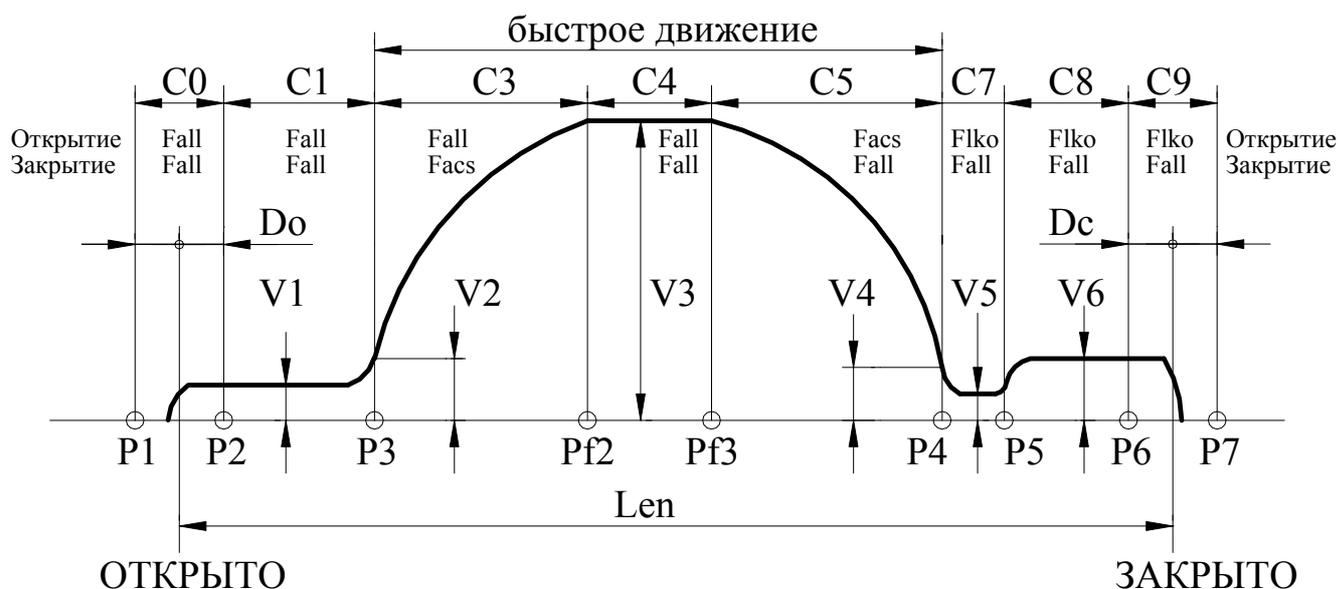

Рис.6. Траектория движения.
3.8.6.3. Одностороннее удержание положения реализуется автоматически после получения открытого состояния (замкнулся СК ВКО) с силой $Farr$, причем точка удержания в зоне открытия равна $Xarrg=Do+30-Dkeero$ (при полном открытии $Xarrg=0$), где DO – ширина зоны С0 (рис.6), т.е. точка удержания позиционируется относительно точки DO или начала зоны С0. При подходе к точке удержания сила и скорость уменьшаются.
3.8.7.4. *Устройство* обрабатывает траекторию движения, показанную на рис.6, справа налево. На рис.6 отображено также распределение сил на участках траектории при открытии.
- 3.8.8.4. *Устройство* обрабатывает траекторию движения, показанную на **рис.6**, слева направо. На **рис.6** отображено также распределение сил на участках траектории при закрытии.
- **E0L** – переезд зоны полного открытия (**С0**, **рис.6**) или полного закрытия (**С9**, **рис.6**). *Синхронизация* в этом случае выключается. Ошибка сбрасывается при смене кода направления вращения, но затем необходимо провести *синхронизацию* заново. При повторном неоднократном возникновении данной ошибки можно провести **измерение проема**, если затем эта ошибка все равно будет возникать, необходимо проверить механику привода.
3.9.1. Рис.6, на котором показана траектория движения, отслеживаемая Устройством, поясняет назначение многих параметров, рассмотренных ниже. На рис.6 отображено также распределение сил на участках траектории отдельно при открытии и при закрытии (при переходе в режим удержания устанавливается соответствующая сила удержания).
- 3.9.5.14. **Номер D** – C_vko (0-250, $l=Ks$ мм) – дополнительное смещение точки **P2(рис.6)** для расширения диапазона удержания сигнала ВКО.
- 3.9.5.15. **Номер E** – C_vkz (0-250, $l=Ks$ мм) – дополнительное смещение точки **P6(рис.6)** для расширения диапазона удержания сигнала ВКЗ.